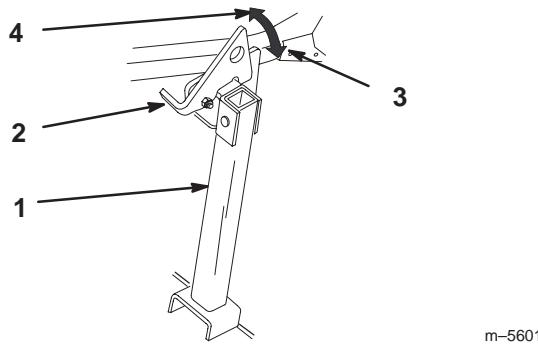

Figure 29
1. Relevez le verrou à la position déverrouillée (Fig. 29).